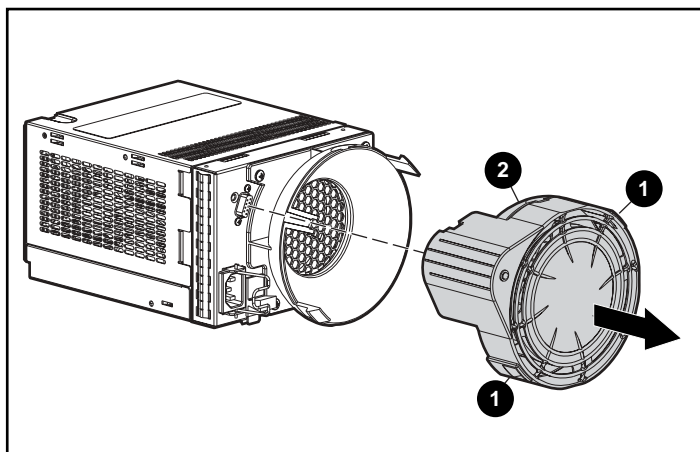

Figura 16: Sostituzione della ventola
1. Premere verso l'interno le due linguette rosse della porta della ventola ❶ esercitando una trazione sull'elemento ventola ❷. Vedere la Figura 16.